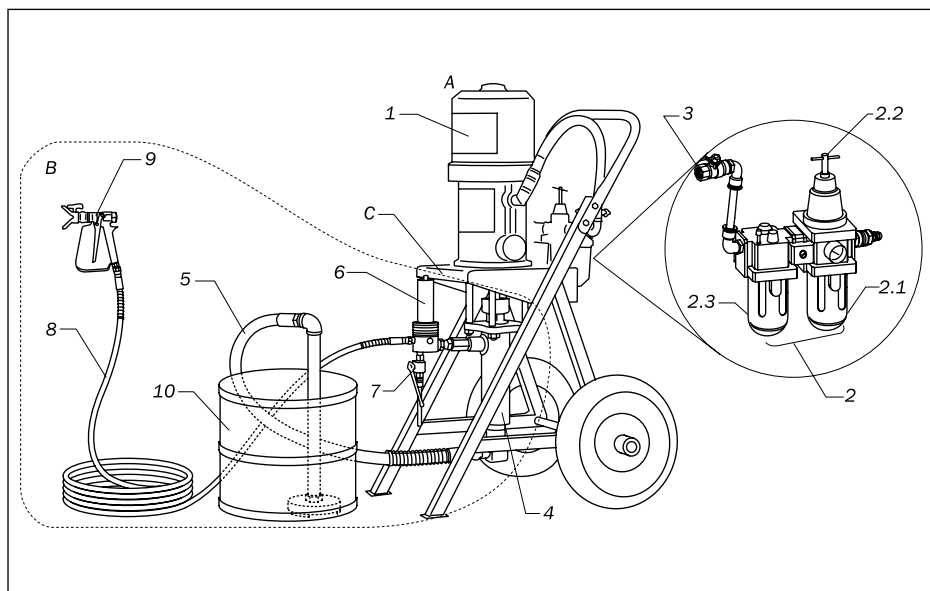

Рис. 2.2.1.
2. Закрывать запорный кран воздушного мотора (3, рис. 2.2.1).
7. Поставить заземленную металлическую емкость для сбора отходов ЛКМ под дренажный кран (7, рис. 2.2.1) окрасочного аппарата и медленно его открыть.